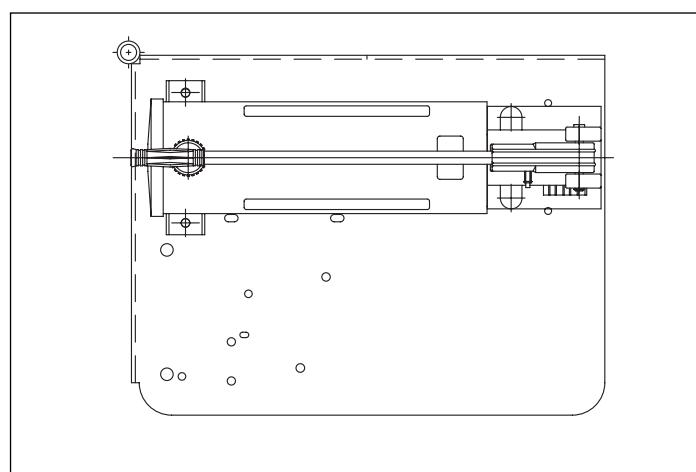

Figure 4, Pompe à main P-80
- Montez la pompe à main sur le plateau en quatre emplacements au moyen du matériel fourni. Utilisez des brides de fixation pour fixer la tête de la pompe. Voir Figure 4.